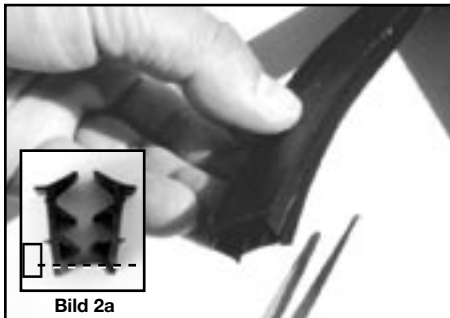

Bild 2
**(Bild 2)** Bei Plattenstärken von 2–6 mm verwenden Sie die Profildichtung, die man an den Ecken der Kunststoffplatten im Winkel von 45° einschneiden kann oder stumpf aneinander stoßen lässt. (Bei 10 mm Platten ist keine Profildichtung erforderlich). Kürzen Sie im Bereich der Eckverbinder die Profildichtung an der Unterseite um eine Stauchung der Dichtung zu vermeiden. (Bild 2a)